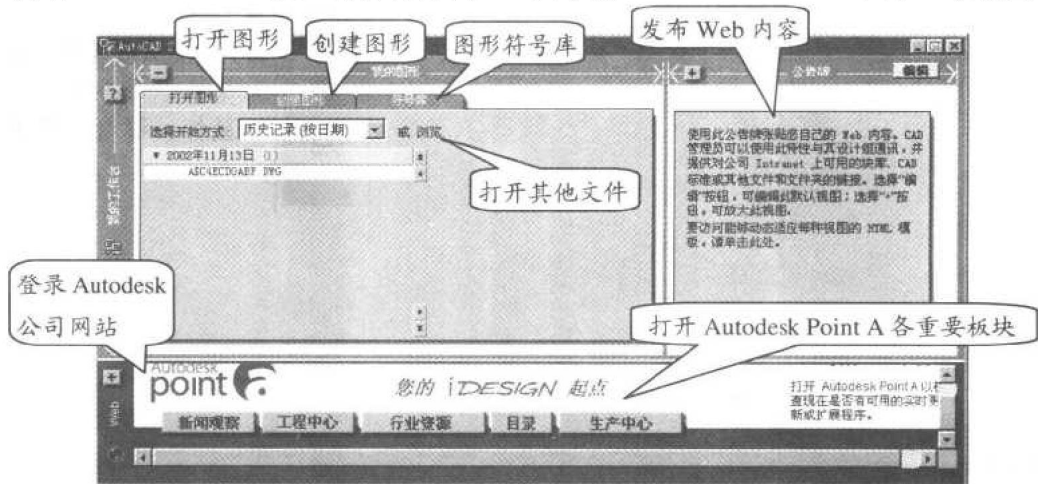

图 1-1 “AutoCAD 2002 今日”对话框
启动 AutoCAD 2002 后, 将打开如图 1-1 所示的“AutoCAD 2002 今日”对话框。
- (1) 在“今日”窗口中单击“打开图形”选项卡, 如图 1-1 所示。
- (2) 根据实际需要, 在该选项卡的“选择开始方式”下拉列表框中选择“最近使用的文件”、“历史记录(按日期)”、“历史记录(按文件名)”和“历史记录(按位置)”4 个选项中的一项目。
- (3) 在位于“选择开始方式”下拉列表框下面的列表框中选择要打开的图形文件即可。